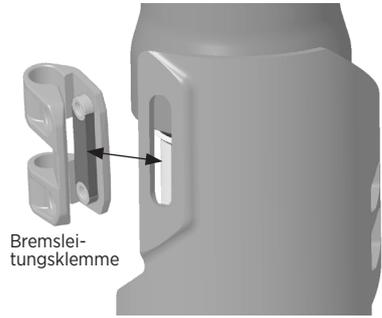

Abb. 4: Klemmenmontage an unterem Gabelschutz
1. Die Bremsleitungsklemme an der geschlitzten Öffnung des unteren Gabelschutzes montieren (Abb. 4). Sicherstellen, dass der Zapfen der Klemme vollständig in den Schlitz des Gabelschutzes eingesetzt ist.